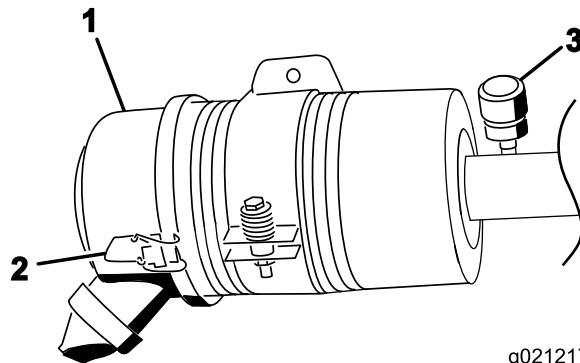

Bild 53
Warten Sie den Luftfilter nur, wenn die Wartungsanzeige dies angibt (Bild 53). Das frühzeitige Auswechseln des Luftfilters erhöht nur die Gefahr, dass Schmutz in den Motor gelangt, wenn Sie den Filter entfernen.
1. Lösen Sie die Laschen, mit denen die Abdeckung am Luftfilterkörper befestigt ist (Bild 53).